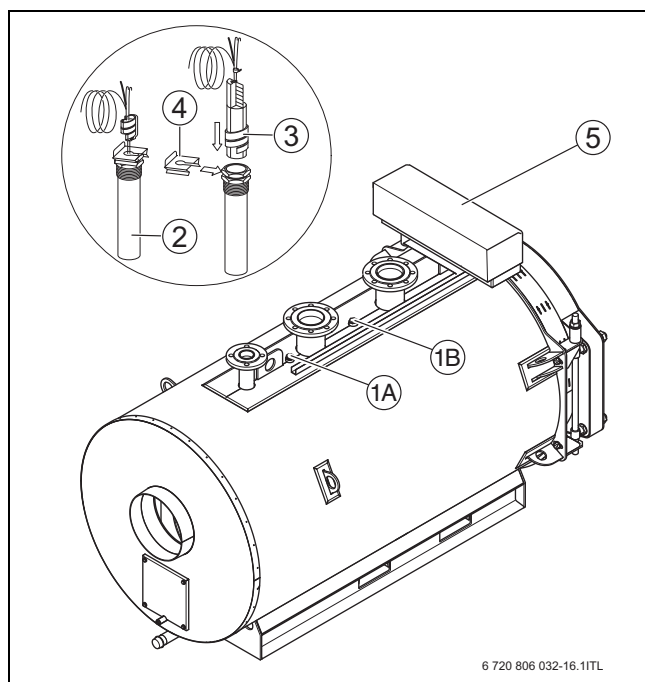
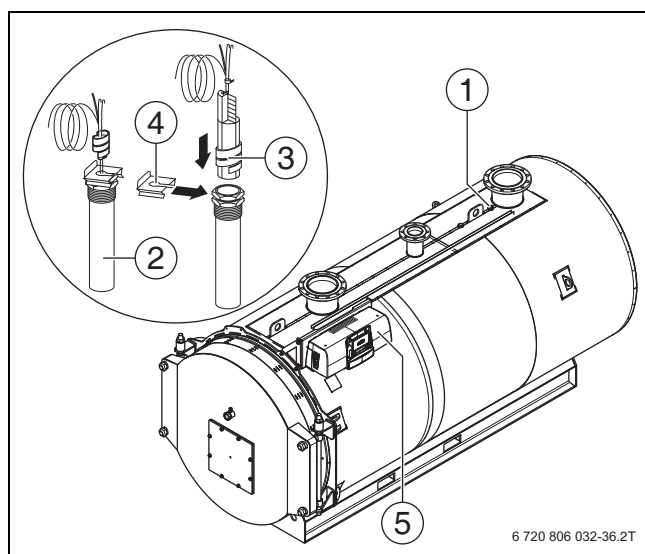

Fig. 26 Montarea pachetului de senzori de temperatură Uni 3000 F
Fig. 27 Montarea pachetului de senzori de temperatură Uni 3000 F (1040-1850 kW)
Senzorii limitatorului de temperatură de siguranță (termostat de siguranță) și ai termostatului (TR) **trebuie** montați în locul de instalare (→ fig. 26 și fig. 27) pe latura superioară a cazanului.
- ▶ Introduceți pachetul de senzori (→ fig. 26, pagina 23, [3]) în punctul de măsurare [1] până la opritor.